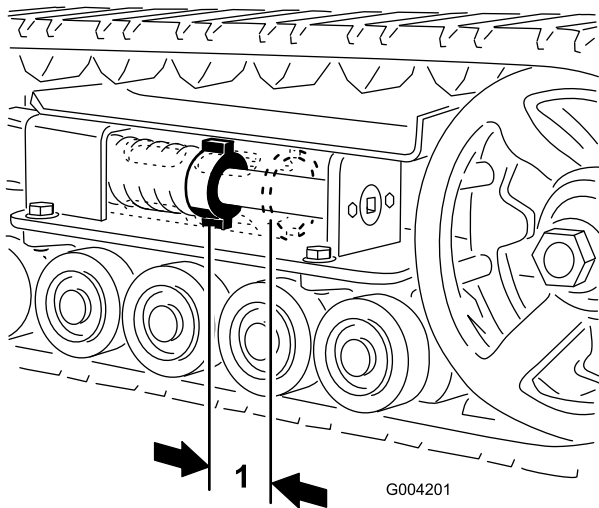

Figure 61
L'écrou de tension et l'arrière du tube de tension doivent être distants de 7 cm (2-3/4 pouces) (Figure 61). Si ce n'est pas le cas, réglez la tension des chenilles comme suit :
anti-horaire jusqu'à obtention d'un espacement de 7 cm (2-3/4 po) entre l'écrou de tension et l'arrière du tube de tension (Figure 61).
11. Tournez la vis de tension dans le sens anti-horaire, de manière à obtenir un écartement de 7 cm (2-3/4 po) entre l'écrou de tension et l'arrière du tube de fourche (Figure 61).